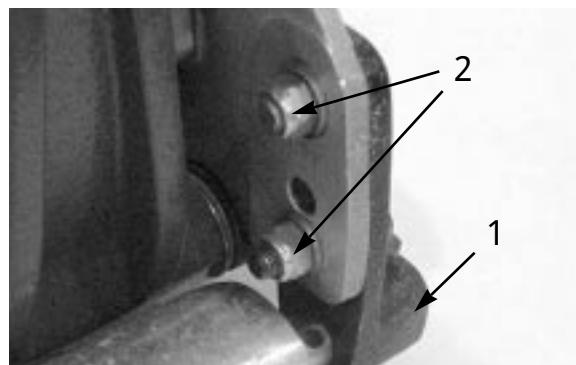

図 14
4. 右側ローラ・ブラケットをカッティングユニットのサイド・プレートに固定しているロックナットをゆるめる(図14)。